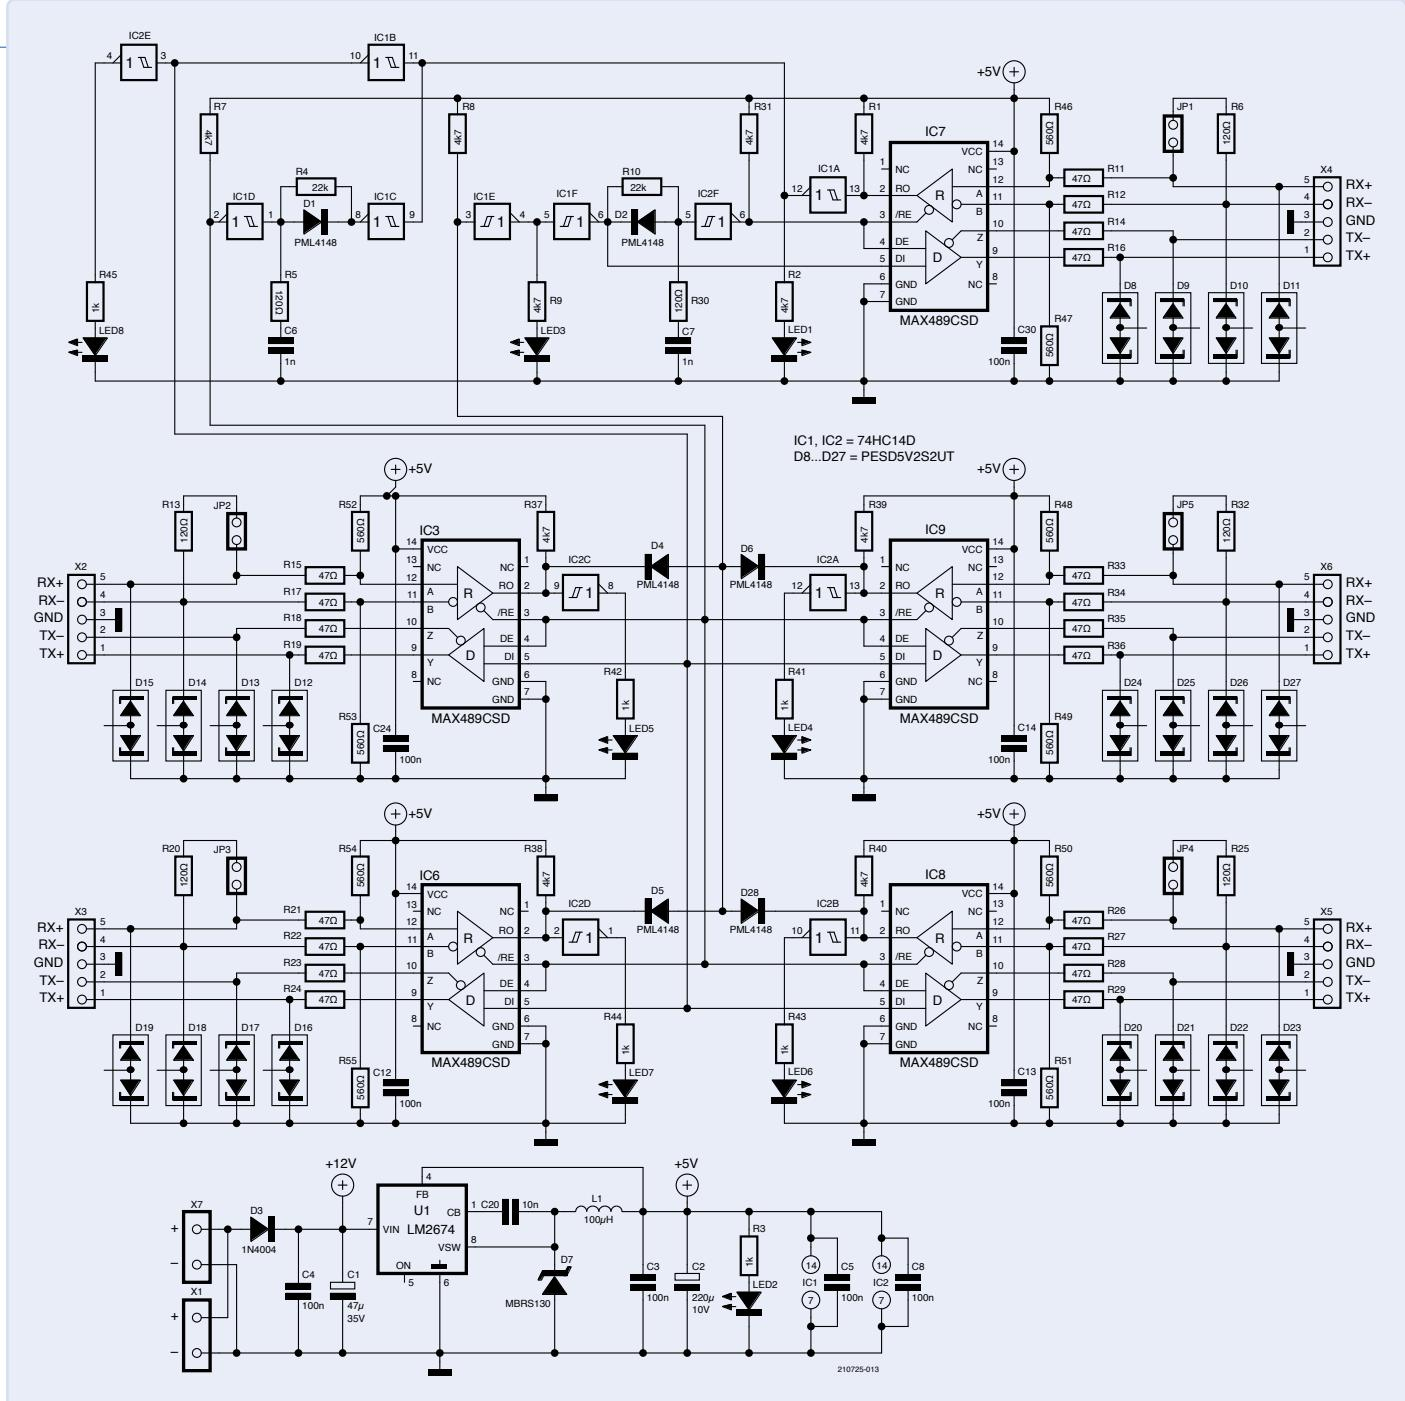

Figure 7. Schémas complets.
Le schéma détaillé est présenté dans la figure 7. Comme mentionné dans le paragraphe précédent, le principe général est de transmettre le signal reçu ; ainsi, tous les signaux entrants (RX) en provenance des drivers sont assemblés par les diodes D4, D5, D6, D28 et envoyés au driver émetteur. En ce qui concerne les données sortantes (TX), le signal provenant du pilote d'entrée est simplement remodelé par les portes de déclenchement de Schmitt IC1A et IC1B, puis envoyé aux pilotes de sortie.